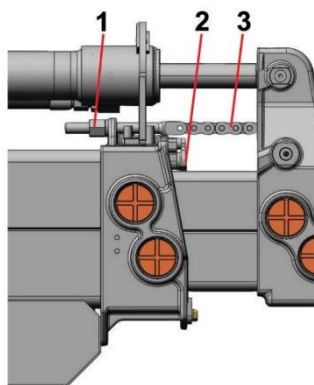

Рис. 7: Натяжение цепей
Верхнюю (3) и нижнюю цепи можно натянуть путем затягивания винтов, расположенных на конце рукояти (1, 2) рис. 7.